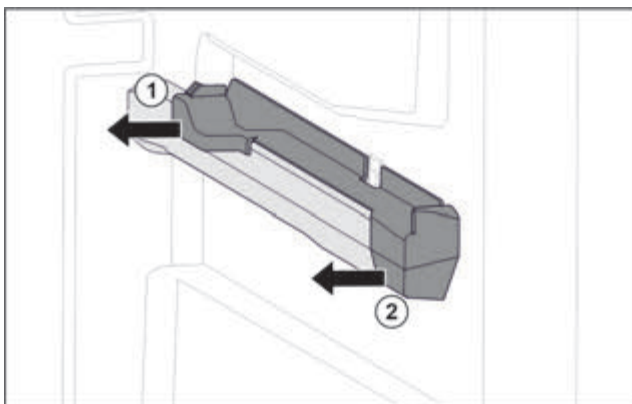

Fig. 45 Вставна частина на правому ребрі для резервуару
- ▶ Відсунути вставну частину назад вбік. Fig. 45 (1)
- ▶ Відсунути вставну частину вперед вбік. Fig. 45 (2)